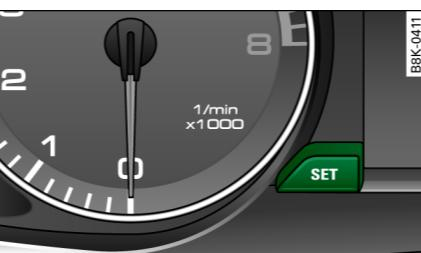

图 3 组合仪表：SET
在关闭点火开关后，如果按 [SET] 按钮 ⇒ 图 3，那么出现显示约 30 秒钟。
- 点火开关关闭时，按 **SET** 按钮 30 秒钟，可以开启时间和日期显示 ⇒ 第 12 页，图 3⇒ 第 12 页。 ■
- 点火开关关闭时，按 **SET** 按钮 30 秒钟可以开启里程表 ⇒ 第 12 页，图 3 ⇒ 第 12 页。 ■